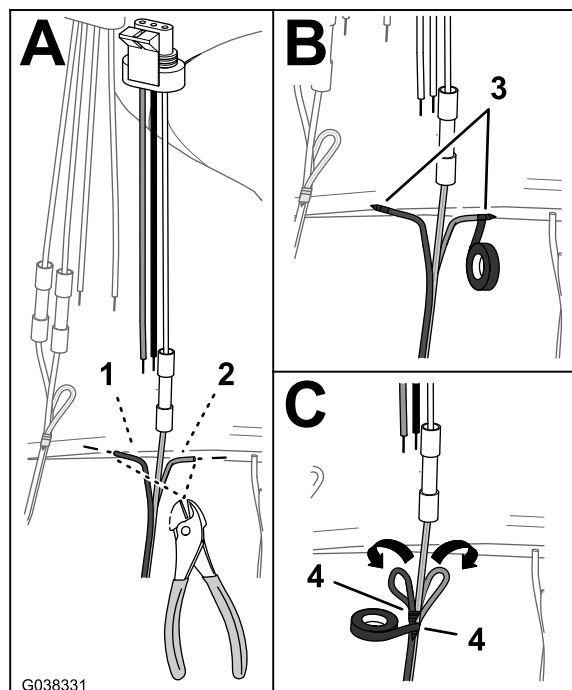

Рисунок 44
- A. Отрежьте проводники коричневого и синего проводов заподлицо с изоляцией (Рисунок 44).
- B. Оберните конец коричневого провода изоляционной лентой, чтобы изолировать провод (Рисунок 44).
- C. Оберните конец синего провода изоляционной лентой, чтобы изолировать провод (Рисунок 44).
- D. Отогните коричневый и синий провода к желто-зеленому проводу и соедините все 3 провода вместе, обернув изоляционной лентой (Рисунок 44).